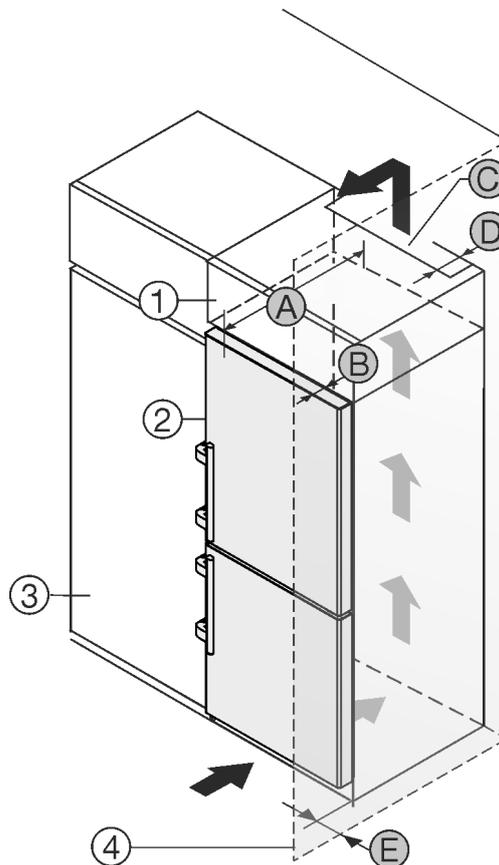

Fig. 2
- (1) Armario superior*
- (2) Electrodoméstico*
- (3) Armario de cocina*
- (4) Pared*
- (A) Profundidad del electrodoméstico*
- (B) Profundidad de la puerta*
- (C) Sección transversal de ventilación*
- (D) Separación de la parte posterior del electrodoméstico*
- (E) Separación respecto al costado del electrodoméstico*
Puede colocar el electrodoméstico junto al armario de cocina Fig. 2 (3)*.
En la parte posterior del armario superior debe estar disponible un pozo de ventilación con la profundidad Fig. 2 (D) sobre la totalidad del ancho de armario superior.*
Debajo del techo debe respetarse la sección transversal de ventilación Fig. 2 (C)*.
Si el electrodoméstico se instala con las bisagras al lado de una pared Fig. 2 (4), la separación entre el mismo y la pared debe ser de por lo menos 57 mm. Esto corresponde a la parte que sobresale de la manija con la puerta abierta.*
A fin de poder abrir completamente la puerta, el electrodoméstico debe sobresalir alrededor de la profundidad de la puerta Fig. 2 (B) en comparación con la parte frontal del armario de cocina. Dependiendo de la profundidad del armario de cocina Fig. 2 (3) y el empleo de separadores de pared el aparato puede sobresalir aún más.*